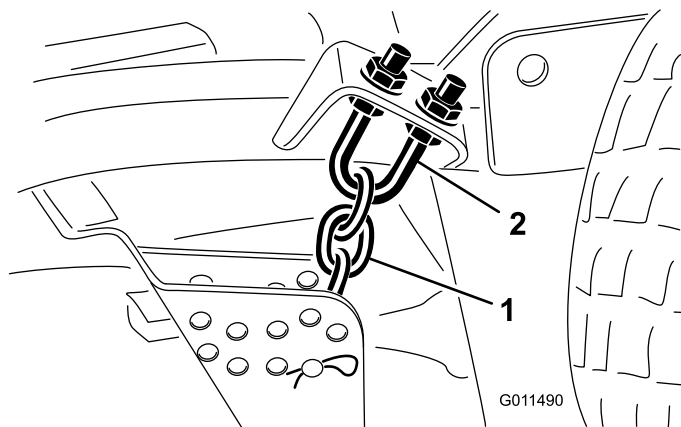

Figure 79
1. Desserrez les écrous de blocage en haut ou en bas de l'étrier fileté de la chaîne de hauteur de coupe (Figure 79).